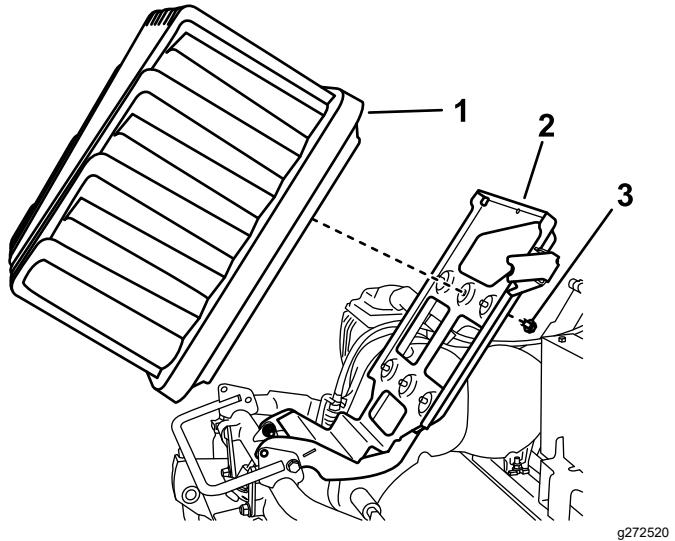

Figura 6
6. Remova a bateria e a plataforma da bateria da máquina (Figura 6).
7. Remova os parafusos e anilhas que prendem a bateria à plataforma; elimine ou recicle a bateria de acordo com os regulamentos locais ou estatais (Figura 6).